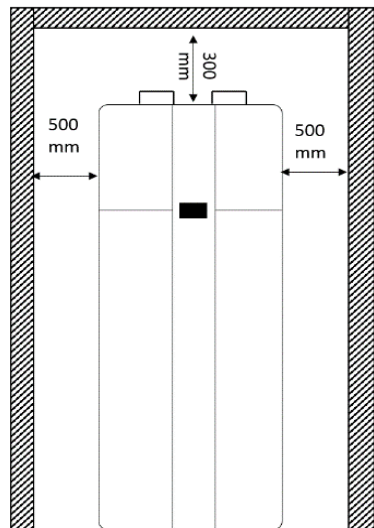

Abbildung 9 – Mindestabstand von Wänden für Geräte ohne Luftkanäle
- Die in Abbildung 9 angegebenen Mindestabstände müssen eingehalten sein.